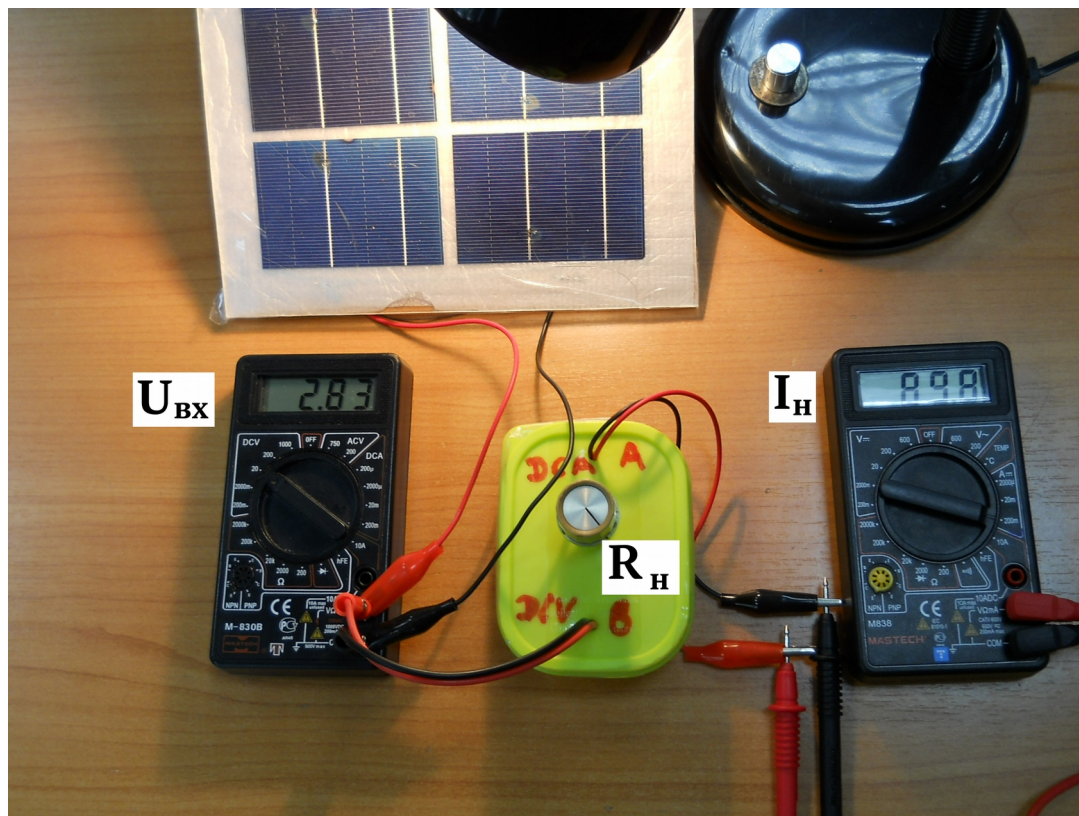

Рисунок 1. Лабораторная установка для измерения ВАХ ФЭПП DVY
На рис. 1 левый авометр лабораторной установки используется в режиме вольтметра постоянного напряжения с пределом 20 В и измеряет выходное напряжение ФЭПП - входное напряжение $U_{вх}$, правый - в режиме миллиамперметра постоянного тока с пределом 200 мА измеряет ток нагрузки I_n . Сопротивление нагрузки R_n можно изменять ручкой лабораторного макета.
1. Установите переключатели пределов измерения авометров в соответствии с рис. 1.